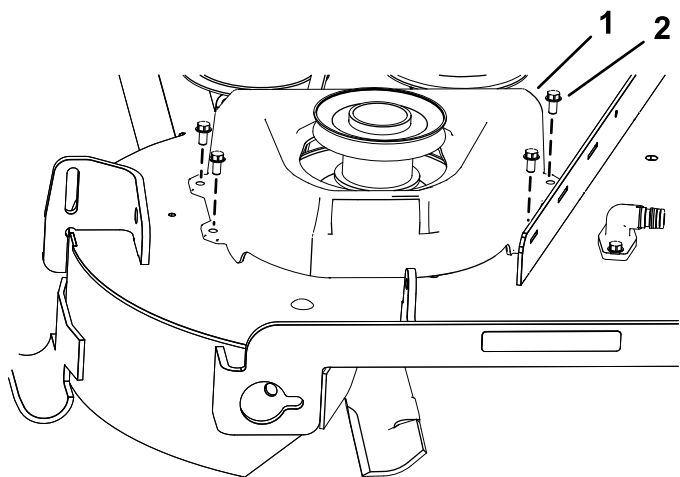

Figura 11
4. Montai noul capac de curea la ansamblul fuliei cu ajutorul celor 4 uruburi cu îndepărtate anterior (1/4 x 1/2"), în modul prezentat în Figura 11.